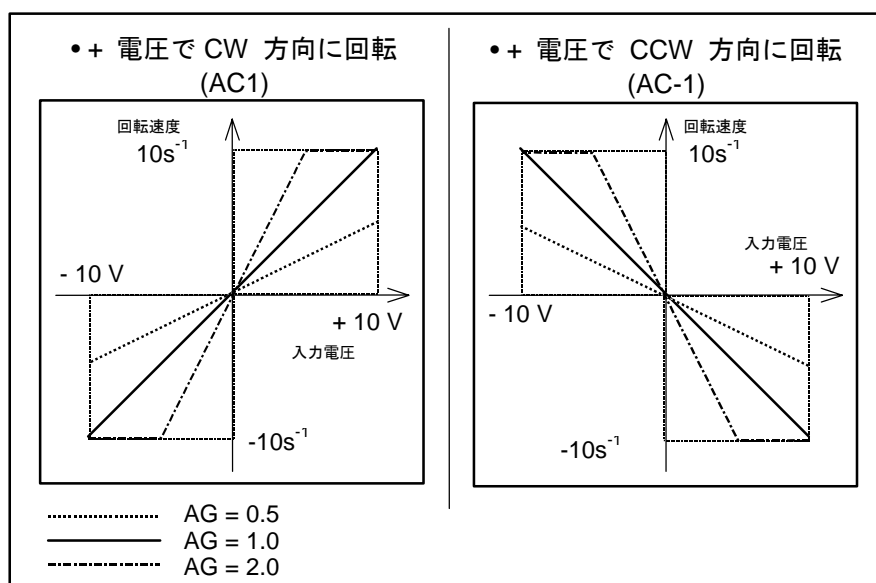

図 3-3 : 指令電圧とモータ回転速度(DI0)
- 指令電圧と回転速度の関係は、パラメータ AG で変更可能です。（図 3-3 参照）